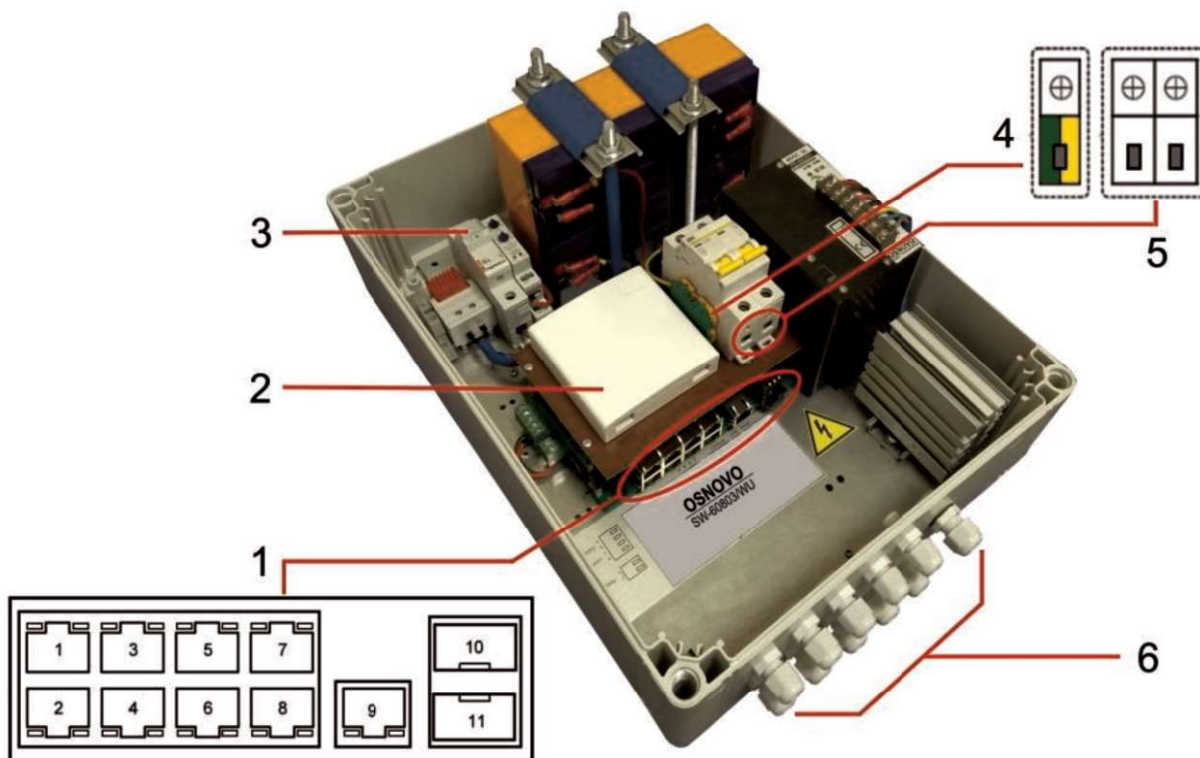

Рис. 4 Подключение коммутатора SW-60812/WU
1. Вставьте гермовводы в предназначенные для них отверстия в корпусе пластикового бокса (6) Рис.4, закрепите их пластмассовыми гайками с внутренней стороны корпуса.
2. Проденьте кабели витой пары через соответствующие отверстия гермовводов ( $\varnothing$  3-6мм) снаружи внутрь корпуса (Рис.4).
4. Подключите обжатые разъемами RJ-45 кабели к коммутатору (1) Рис.4 (порты 1-9) и затяните гермовводы. Для обеспечения защиты от проникновения влаги внутрь корпуса, кабели должны быть плотно укреплены в гермовводах.
5. Зачистите оптоволоконный кабель на длину 25-30 см, пропустите его в отверстие гермоввода ( $\varnothing$  3-6мм) Рис.4, затяните резьбу гермоввода так, чтобы кабели жестко фиксировались в зажиме гермоввода.
6. Соблюдая все требования технологии сварки оптоволоконного кабеля, приварите пигтейл (имеются в комплекте) к оптоволоконной жиле кабеля. Уложите оптоволоконный кабель в пазы кросса (2) Рис.4, следя за тем, чтобы диаметр колец не был менее 60 мм. Подключите разъем пигтейла к SFP модулю (в комплект поставки не входит) установленному предварительно в SFP разъем коммутатора (1) Рис.4 (разъемы SFP 10,11). Закройте крышку оптического кросса (2) Рис.4.
7. Аналогично пункту 2 протяните кабель питания от сети AC 100-240V / 50 Гц внутрь корпуса через соответствующий гермоввод ( $\varnothing$  4-8мм), подключите кабель питания к клеммам автоматического выключателя (5) Рис.4 и клеммной колодке заземления (4) Рис.4. Затяните гермоввод.
8. Подключите источник резервного питания (АКБ) в цепь питания уличного коммутатора. Для этого вставьте плавкую вставку – предохранитель (входит в комплект поставки) в держатель (3) Рис.4.